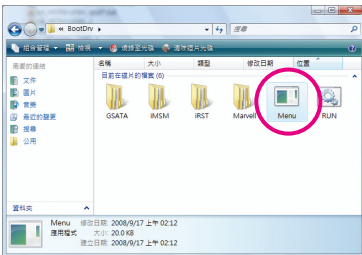
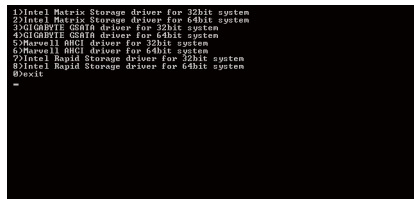

图2
图3
- 2: 进入光盘中「BootDrv」文件夹，双击「Menu.exe」文件(图2)后会出现「命令提示符」画面，内含如图3的控制器选单。
- 3: 放入空白软盘。按下SATA控制器驱动程序代码后再按<Enter>键。以图3的选单为例：